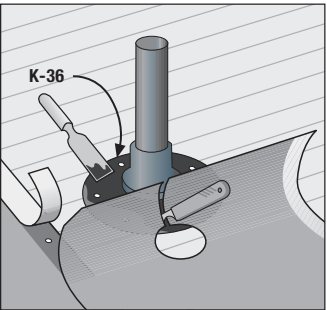

Bild 15
9. För rör m.m. som förts genom taket används elastiska spännrör försedda genomgångsbälgar av gummi (**bild 15**), med minst 15 cm breda flänsar. Montera bälgen på plats och spika fast den i flänsen. Skär av TopTite så att dess övre ända når 10-15 cm ovanför genomskärningen, gör ett snitt i TopTites ända och skär ett hål av bälgens storlek. Limma fast vådens ända på flänsen helt och hållet med Täckklister.